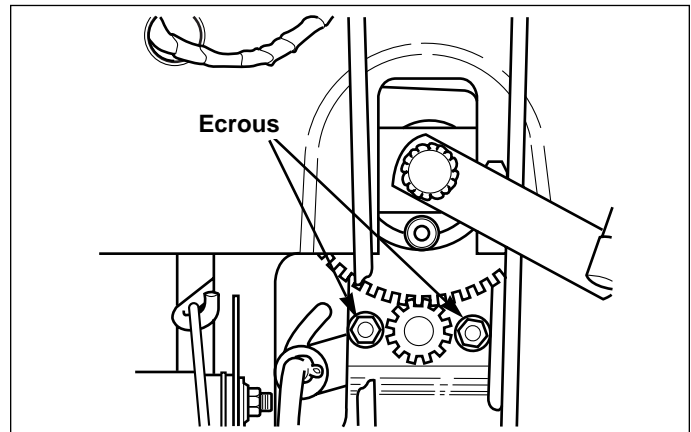

Figure 28. Réglage du pignon de direction
1. Voir la Figure 28. Desserrer les deux écrous et ajuster le support de sorte que les dents du pignon soient solidement engrenées.